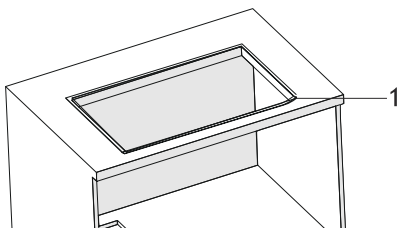

Fig. 14
- Placér nu tætningslisten hele vejen rundt oven på bordpladen i kanterne til hullet som er skåret ud til kogepladen (Fig. 14).